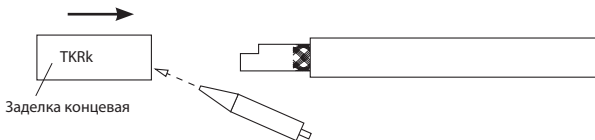

Рис. 10
5.2.3. Заполнить концевую заделку герметиком и надвинуть ее поверх оболочки нагревательной ленты до упора (см. рис. 10).